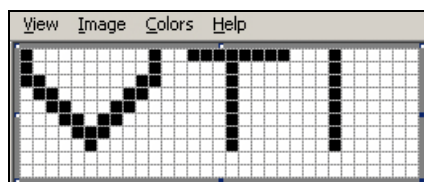

Рисунок 5-46: Логотип, созданный в Microsoft Paint
- 6 Создайте нужный логотип на странице (смотрите Рисунок 5-46).